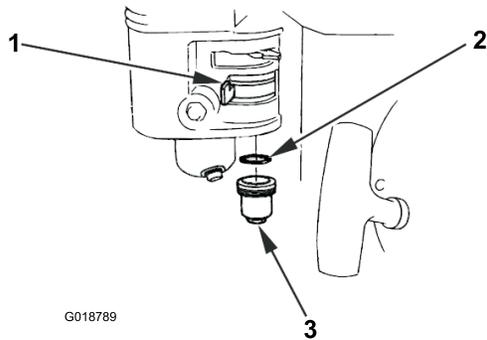

Figura 18
1. Mueva la válvula de combustible a la posición de Cerrado, luego retire la taza de sedimentos y la junta tórica (Figura 18).